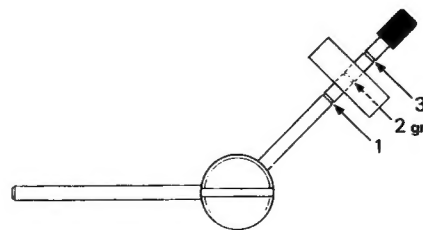

Fig. 11
6. Réglez le contrepoids anti-skating sur la position correspondant à la force d'appui de la cellule. Retirez la tige de son ressort de blocage (Fig. 11 et 12).
6. Antiskating-Gewicht auf den gleichen Wert wie die Auflagekraft einstellen. Dazu das Gewicht wie gezeigt bis zur entsprechenden Kerbe des Auslegers schieben und diesen von der Feder lösen (Fig. 11 et 12).
6. Monteer nu het dwarsdrukgewicht en stel het in op dezelfde waarde als de naalddruk van het element. Laat het staafje van de veer loskomen (Fig. 11 et 12).
6. Drag antiskatingvikten och sätt den på samma kraft som nåltrycket för pick-upen. Lös gör pinnen från fjädern (Fig. 11 et 12).